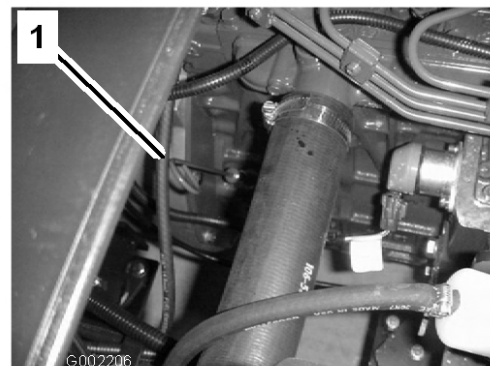

Figura 38
- Retire a vareta, situada debaixo do banco do passageiro e limpe-a com um pano limpo (Figura 38). Volte a colocar a vareta no tubo e verifique se está completamente introduzida. Retire a vareta e verifique o nível de óleo.
óleo especificada no bocal de enchimento do óleo (Figura 38).